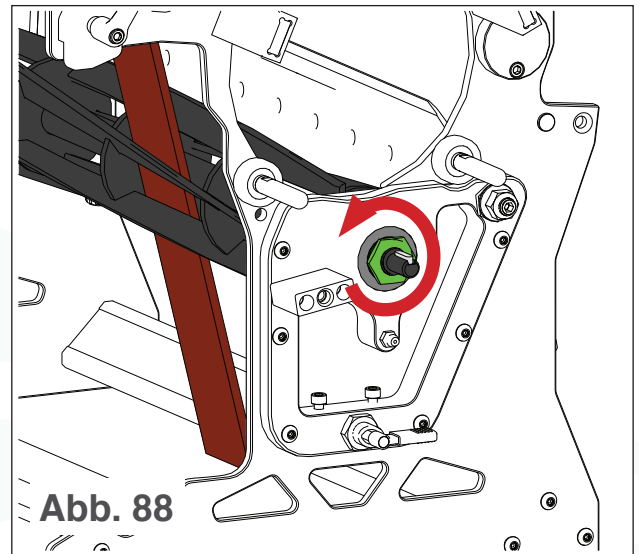

Abb. 88
- b. Während Sie die Klingen mit dem nichtmetallischen Stab in Position halten, entfernen Sie die Klingenmutter mit einem 24-mm-Schlüssel (siehe Abb. 88).